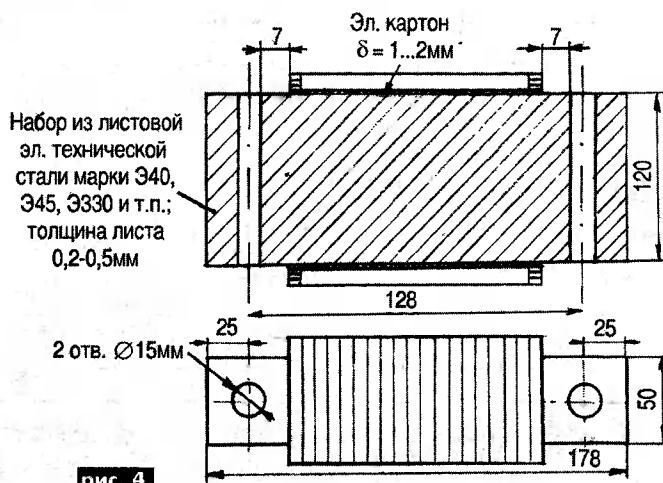
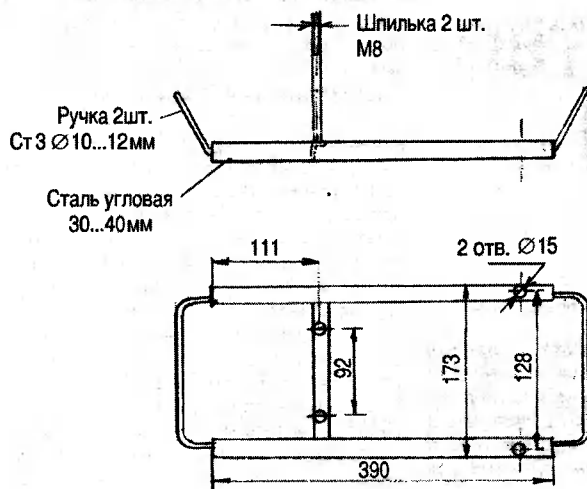
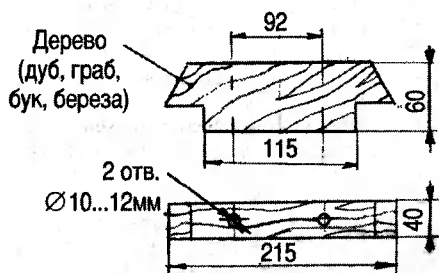
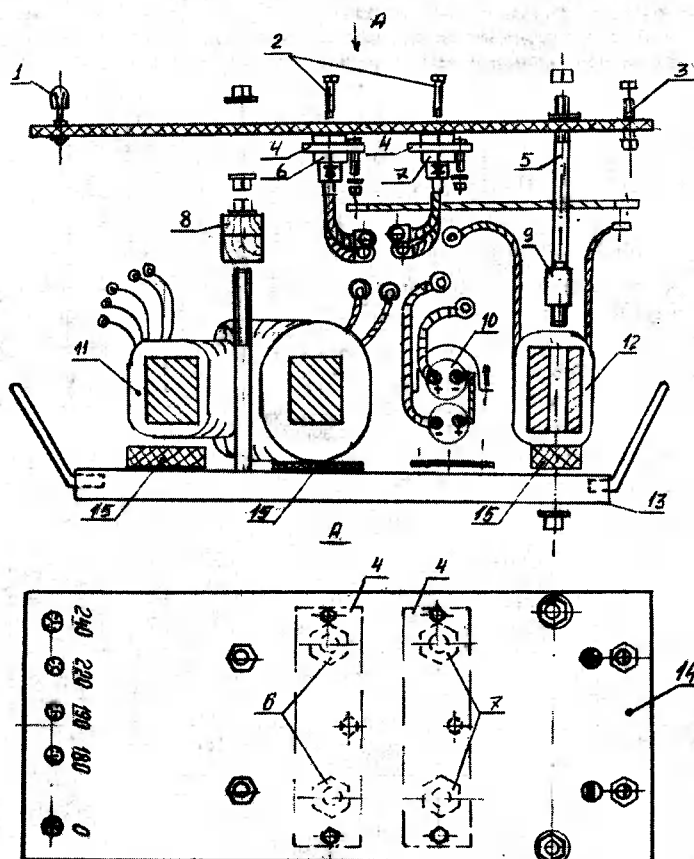

рис. 4
рис. 5
рис. 6
рис. 7
1. Размеры и расположение элементов конструкции (рис.4-7) уточнить после изготовления трансформатора, дросселя и наличия имеющихся материалов. На рис.4 показана конструкция дросселя, на рис.5 - каркаса, на рис.6 - распорки, на рис.7 - внешний вид корпуса с расположением внутри него элементов конструкции, где 1 - гайка М4 с изоляционной головкой, 2 - болт М6 для крепления вентилей, 3 - болт М10 (зажимы сварочной цепи), 4 - сборная шина 60x4 мм (Al или Cu), 5 - шпилька М10, 6 - вентиль В200 (V1, V3), 7 - вентиль ВЛ200 (V2 V4), 8 - распорка, 9 - трубка Ø20, 10 - сборка конденсаторов, 11 - силовой трансформатор, 12 - дроссель, 13 - каркас, 14 - плата изоляционная (текстолит, гетинакс, стеклотекстолит толщиной 8...12 мм), 15 - прокладки изоляционные выравнивающие (текстолит, картон и пр.).